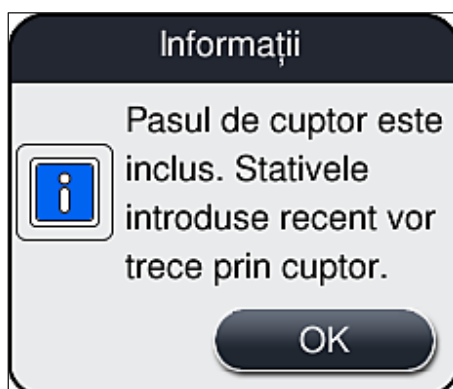

Fig. 37
3. Aplicați configurarea prin apăsarea butonului **Salvare** (→ Fig. 33-5), parcurgeți mesajul de informare ulterior (→ Fig. 37) și confirmați-l cu **OK**.